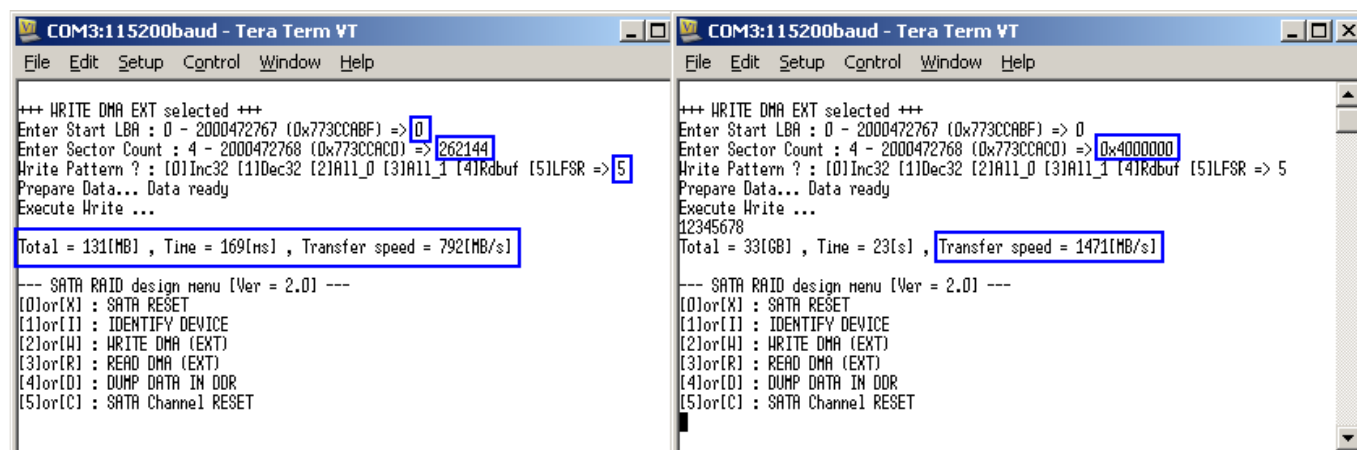
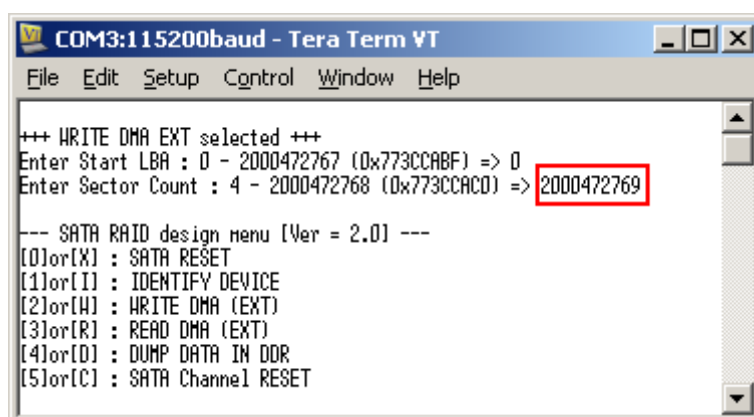
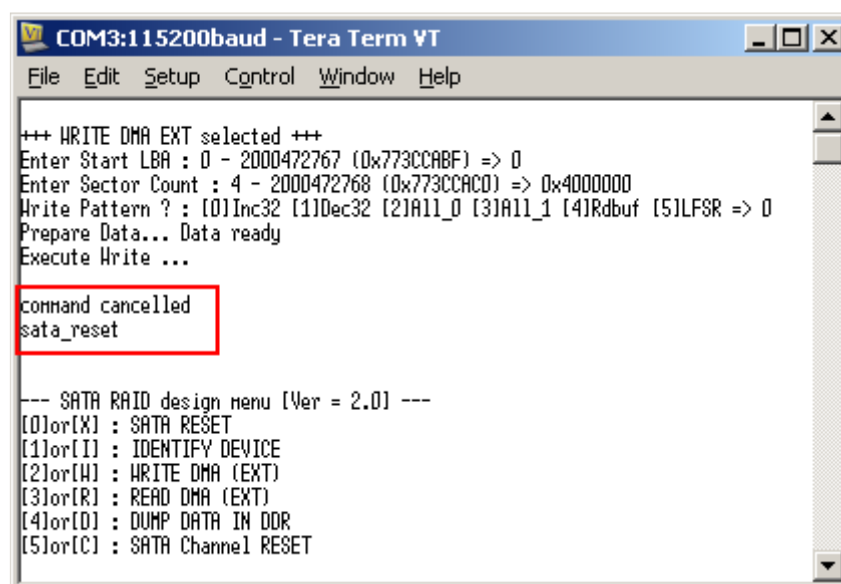

図 3-3: ライト・コマンド表示画面
図 3-4: 無効なパラメータ入力によるライト・コマンドの中断
図 3-5: ライト・コマンド実行中のキー入力操作による中断
- 下図 3-3 にライト・コマンドの実行画面の例を表示します。このライト・コマンドは図 3-4 のように無効なパラメータ値を入力することでコマンド実行前に中断することが可能です。あるいは図 3-5 のようにコマンド実行中に何かキー入力操作を行うことでも中断します。